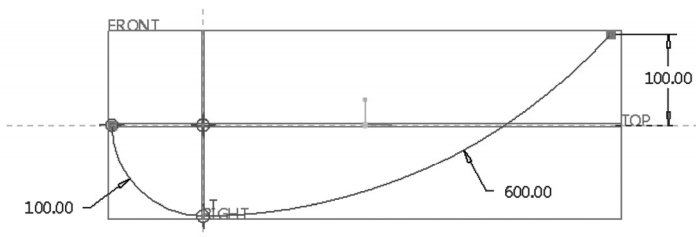

图 4-69 绘制连续的两段圆弧
2) 在功能区的“模型”选项卡的“基准”组中单击（草绘）按钮，弹出“草绘”对话框。选择 FRONT 基准平面作为草绘平面，默认以 RIGHT 基准平面为“右”方向参考，单击“草绘”按钮，进入内部草绘器。绘制图 4-69 所示的截面，单击（确定）按钮，完成草绘并退出草绘器。